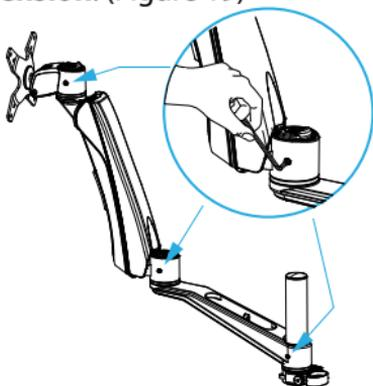

Figure 19
1. Utilisez la **Clé Hexagonale** pour **Desserrer** ou **Serrer** la ou les **Vis de Réglage de la Tension**. (Figure 19)